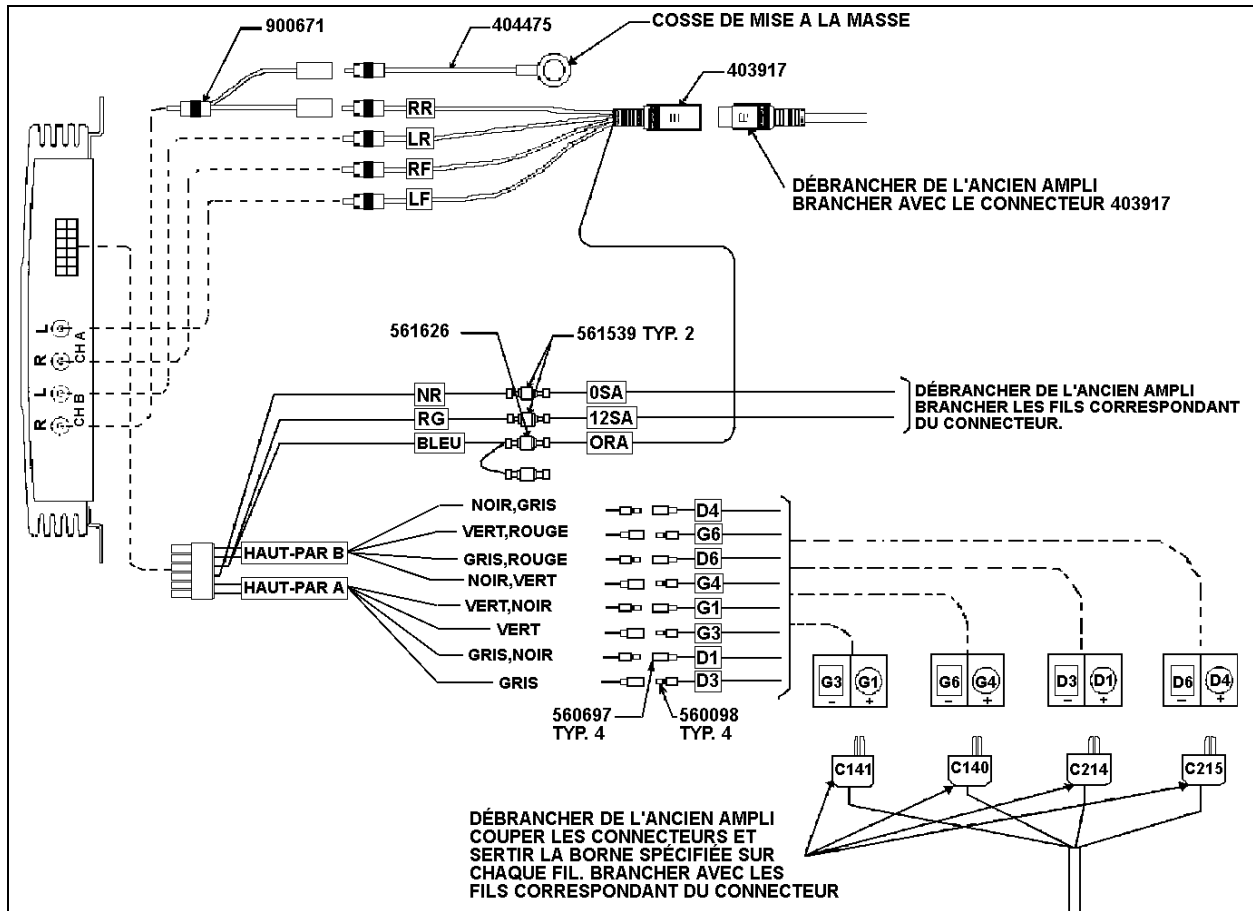

FIGURE 10
Remarque: Se référer à la figure 10 pour le schéma électrique de l'installation de l'amplificateur.
9. Réinstaller l'amplificateur dans le compartiment avec les boulons existants, si nécessaire, percer de nouveaux trous dans les supports pour fixer l'amplificateur à la structure. Faire le branchement du câblage selon la figure 10.
Remarque: Se référer aux figures 10 et 11 pour le schéma électrique de l'installation de l'amplificateur.
9. Réinstaller l'amplificateur dans le compartiment avec les boulons existants, si nécessaire, percer de nouveaux trous dans les supports pour fixer l'amplificateur à la structure. Faire le branchement du câblage selon les figures 10 et 11.